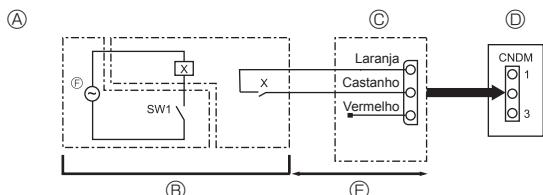

Fig. 9-1
- ① Desligue a alimentação (disjuntor de circuito).
- ② Ligue a válvula de baixa pressão do manómetro à ficha de carga (lado da baixa pressão) da unidade exterior.
- ③ Feche completamente a válvula de paragem de líquido.
- ④ Ligue a fonte de alimentação (disjuntor).
- ⑤ Efecute a operação de recuperação de refrigerante (teste de refrigeração).
- ⑥ Feche completamente a válvula esférica do lado do tubo de gás da unidade exterior quando o indicador de pressão do manómetro mostrar 0,05 a 0 MPa [Gauge] (aprox. 0,5 a 0 kgf/cm²) e pare rapidamente a unidade exterior.
9.1. Modo de baixo nível de ruído (modificação no local) (Fig. 9-1)